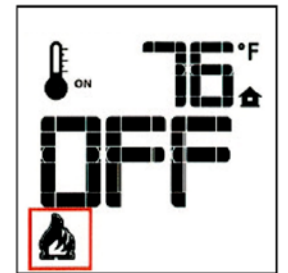

Figure 59. Brûleur éteint.
- Le système étant sous tension (à «ON») et le niveau de flamme du brûleur au maximum, appuyez une fois sur la touche fléchée Bas (v) pour réduire la hauteur de flamme d'un niveau. Chaque fois que vous enfoncez la touche fléchée Bas, la flamme diminue de niveau jusqu'à ce que le brûleur soit finalement éteint (Fig. 59).